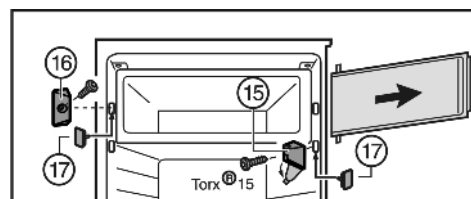

Fig. 7
- ▶ Ouvrir le cache du support d'appui Fig. 7 (15).
- ▶ Dévisser le support d'appui Fig. 7 (15) avec la porte du compartiment.
- ▶ Dévisser l'élément de fermeture Fig. 7 (16).
- ▶ Boucher les trous à l'aide des bouchons Fig. 7 (17) joints.